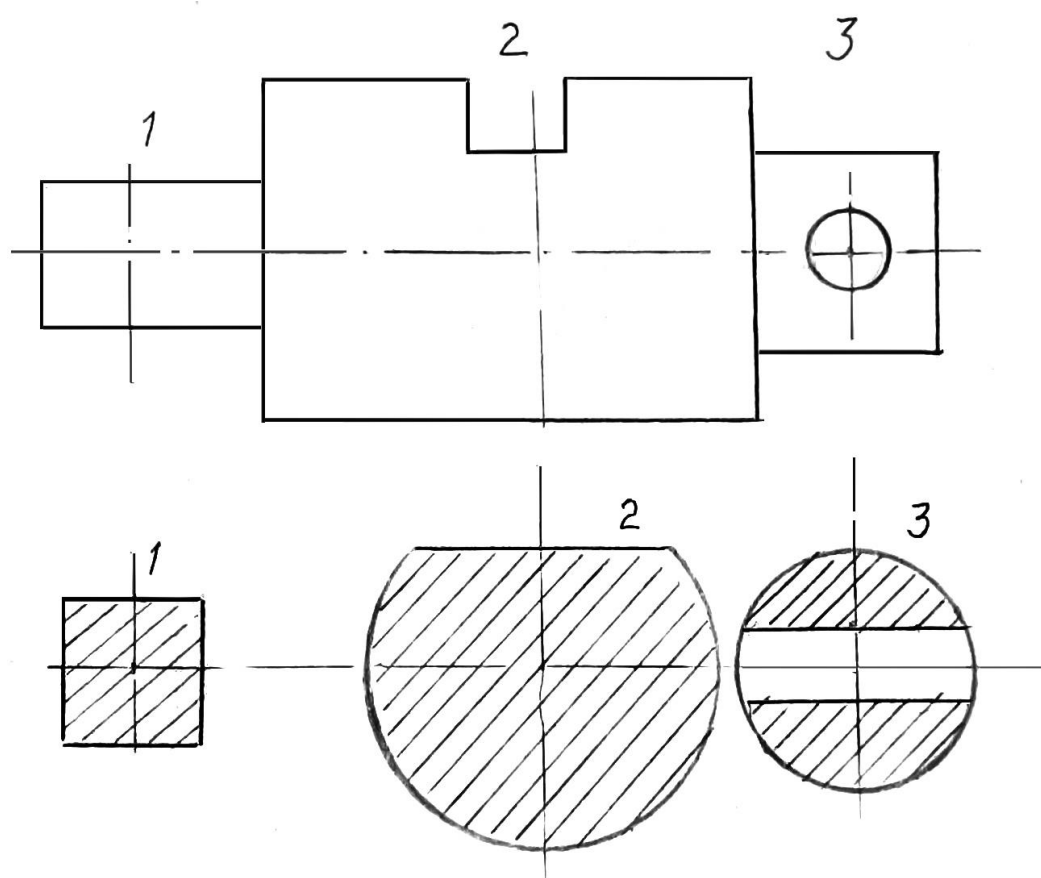

Рисунок 3 – Виды сечений: сечение 1 - для первой ступени валика, сечение 2 - для второй ступени валика, сечение 3- для третьей ступени валика
4. Валик имеет три ступени: 1, 2, 3. На рис. 3 показаны фигуры сечений для каждой ступени валика.